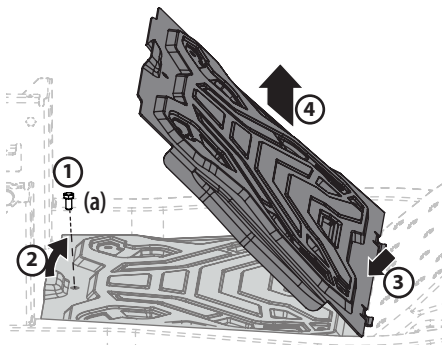

Figure 33
- À l'aide de l'outil multiple (le cas échéant) ou d'une douille de 1,25 cm (1/2 po), retirez la vis à tête hexagonale (a) qui maintient le panneau de plancher en place. Consultez la partie 1 de la Figure 33.
- Soulevez délicatement l'arrière du panneau de plancher. Consultez la partie 2 de la Figure 33.
- Faites glisser le panneau de plancher vers l'avant pour libérer l'avant du panneau de plancher. Consultez la partie 3 de la Figure 33.
- Soulevez-le et retirez-le du tracteur. Consultez la partie 4 de la Figure 33.